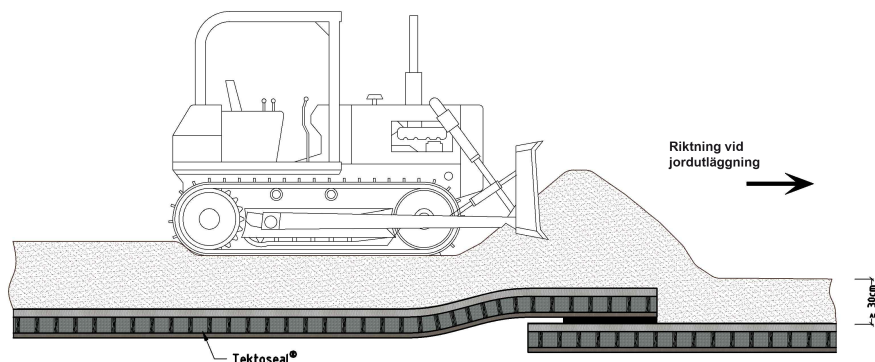

Fig. 9: Riktning vid jordutläggning
- Använd ändtippningsmetoden med utläggning i överlappningsriktningen (Fig. 9). (På så sätt undviks förskjutning och nedsmutsning av skarvarna mellan mattorna.)